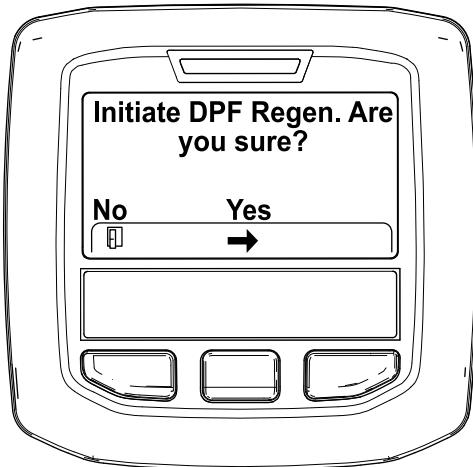

Figura 34
4. Cuando aparezca el mensaje "Initiate DPF Regen. Are you sure?" (Iniciar regeneración del FPD. ¿Está seguro?), presione el botón central (Figura 34).